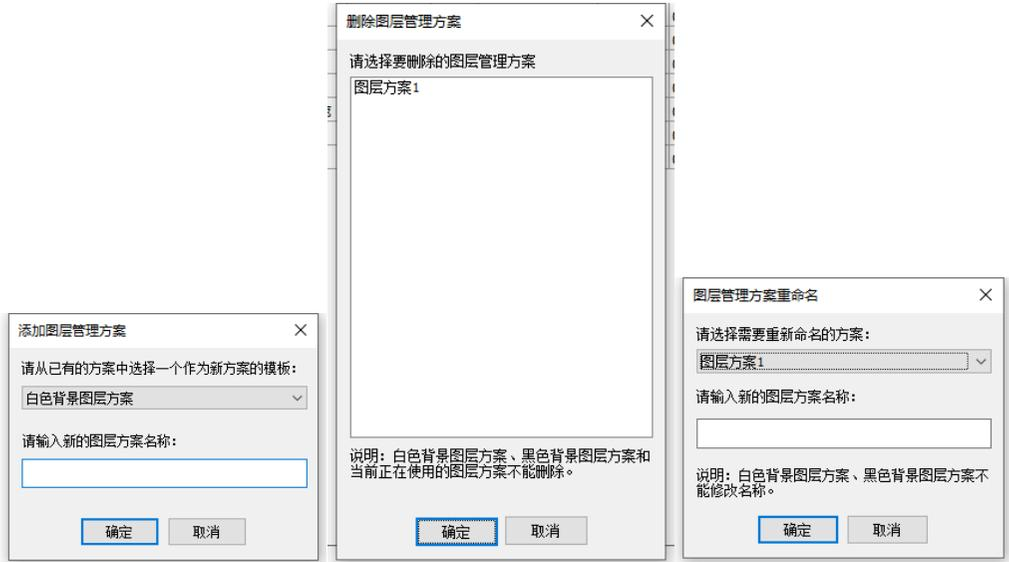

图 7.2-15 添加和删除图层管理方案
- 区域 A: 图层方案管理。图层方案的下拉列表会列出程序内置以及用户自定义的所有图层方案。当前选择的方案即为出图配置的方案。点击“添加”按钮，可以新的图层管理方案；点击“删除”按钮，可删除用户自定义添加的图层方案；点击“重命名”，可对用户自定义的图层方案进行重命名，如图 7.2-15。点击“保存”按钮，可将当前的设置保存到当前选择的图层方案中。点击“导入”按钮，可将已有的图层方案配置文件夹导入到软件当中。点击“导出”按钮，可将当前的图层方案配置文件夹导出到指定位置。点击“初始”，可以将软件内置的黑色背景图层方案和白色背景图层方案的设置恢复到默认。